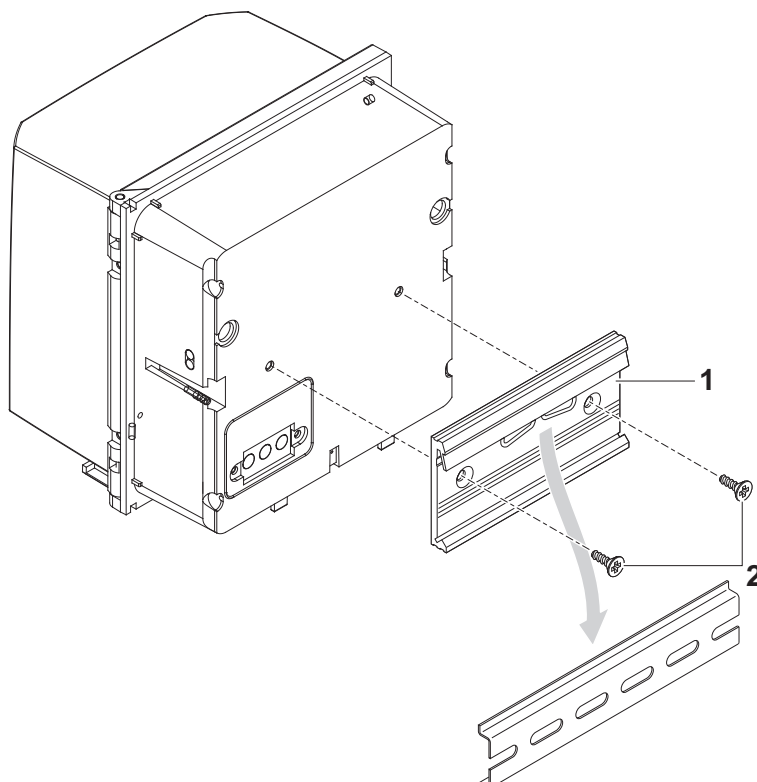

figura 3-9 Montaje del DIQ/S 281 en riel de sombrero
- 1 Atornille el conjunto de sujeción (pos. 1 en la figura 3-9) en la parte posterior del transmisor universal con los dos tornillos de rosca cortante de plástico (pos. 2).